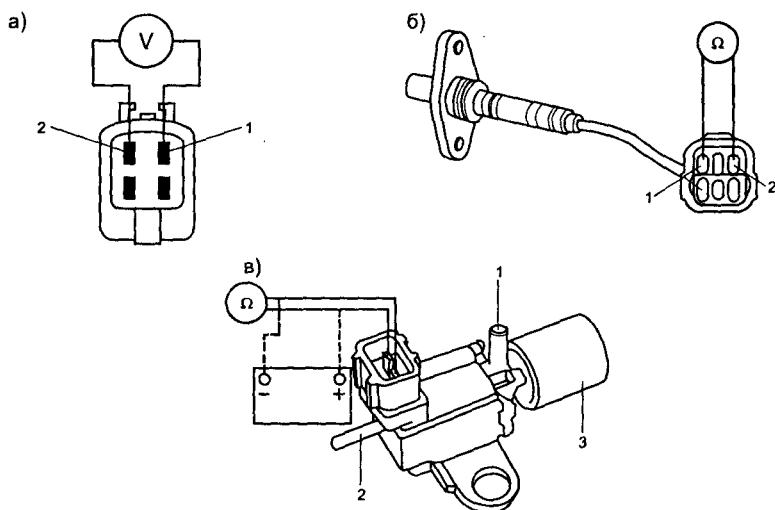

Рис. 2.8.11. Система контроля выпуска
- отключают разъем λ-зонда и при включенном зажигании проверяют наличие напряжения 12 В на контакте 2 разъема жгута (рис. 2.8.11а). Если напряжения нет, проверяют замок зажигания, предохранители EFI, IGN, реле K46 и соответствующие соединения;
- проверяют сопротивление обмотки нагревателя (5,1...6,3 Ом) между контактами 1 и 2 разъема λ-зонда (рис. 2.8.11б);
- проверяют сопротивление обмотки соленоида EGR клапана (должно быть 33...39 Ом) между контактами 1 и 2 разъема клапана (рис. 2.8.11в);
- используя внешний источник питания (12 В/3 А), проверяют срабатывание клапана EGR (рис. 2.8.11в), при отключенном источнике 12 В — должен быть открыт порт 1—2 клапана, и при включенном порт 1—3 клапана (для контроля состояния клапана его можно продувать).